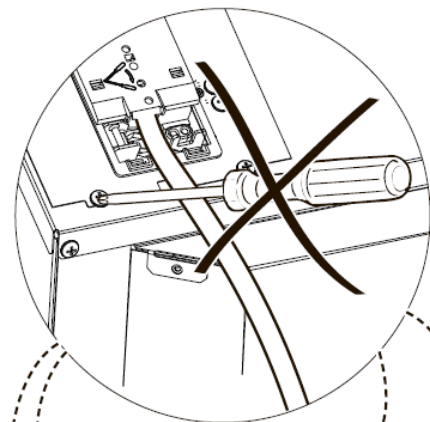

Fig. 2.1
- Solte a tampa da caixa de conexões inserindo uma chave de fendas nos dois engates "A" (fig. 2.1).